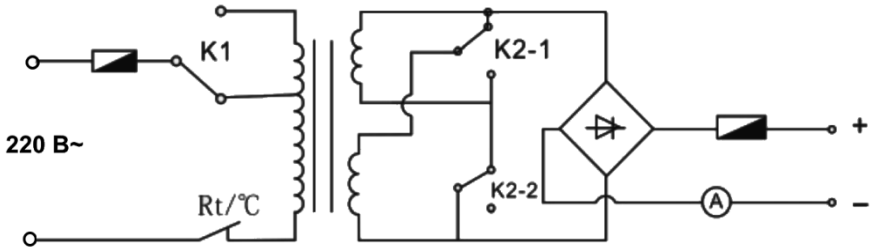

Рисунок 2
2.4.1 Електрична схема виробу (рисунок 2).